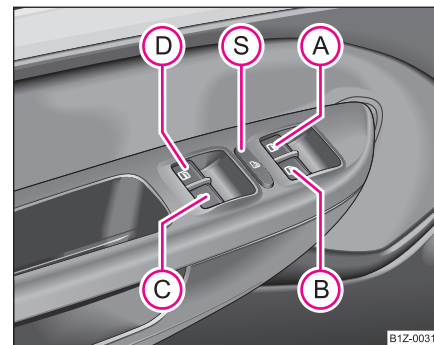

Fig. 36 Teclas en la puerta del conductor
Las teclas para las diferentes ventanillas se encuentran en el apoyabrazos de la puerta del conductor ⇒ página 57, fig. 36, puerta del acompañante y en las puertas traseras* ⇒ página 59, fig. 37.
Con el conmutador de seguridad (S) ⇒ página 57, fig. 36 se pueden poner fuera de servicio las teclas de los elevalunas en las puertas traseras. Se ponen de nuevo en funcionamiento las teclas en las puertas traseras pulsando repetidamente el conmutador de seguridad (S).
- Si se transporta niños en los asientos traseros, se recomienda poner fuera de funcionamiento los elevalunas eléctricos de las puertas traseras (conmutador de seguridad) (S) ⇒ página 57, fig. 36.